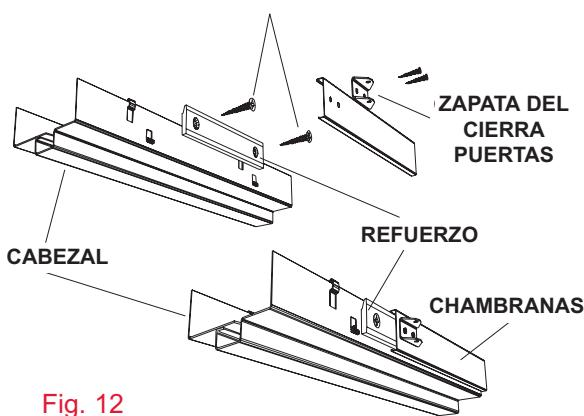

Fig. 12
1 Posicione el refuerzo del cierra puertas regular en la parte del cabezal donde la zapata del cierra puertas va a ser montada. (Fig. 12).
- 1** Position closer reinforcement on header where the door closer shoe is to be mounted (Fig. 12).